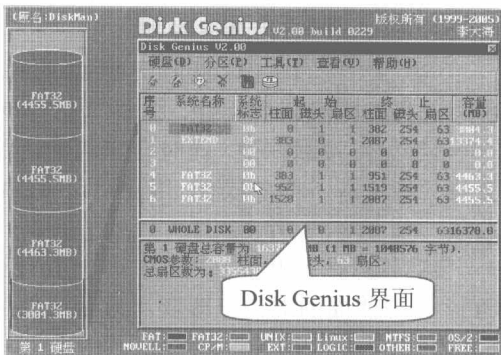

图 8-18 Disk Genius 界面
步骤① 使用带有 Disk Genius 程序的启动盘启动电脑, 进入 DOS 环境, 运行 Disk Genius 程序, 打开 Disk Genius 界面, 如图 8-18 所示。